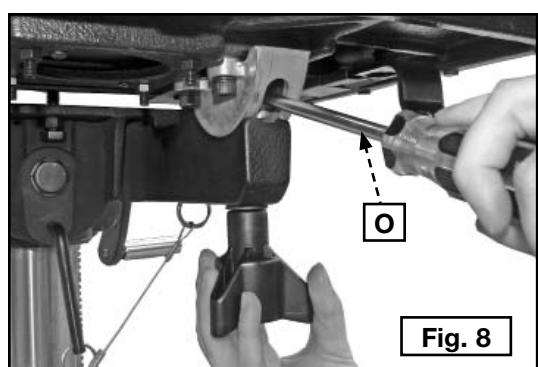

Fig. 8
**NOTA:** Los pernos del muñón pueden moverse. Para instalar las manijas con mayor facilidad, inserte un destornillador de cabeza plana (O) Fig. 8 en la apertura del muñón y contra los pernos, para estabilizarlos.